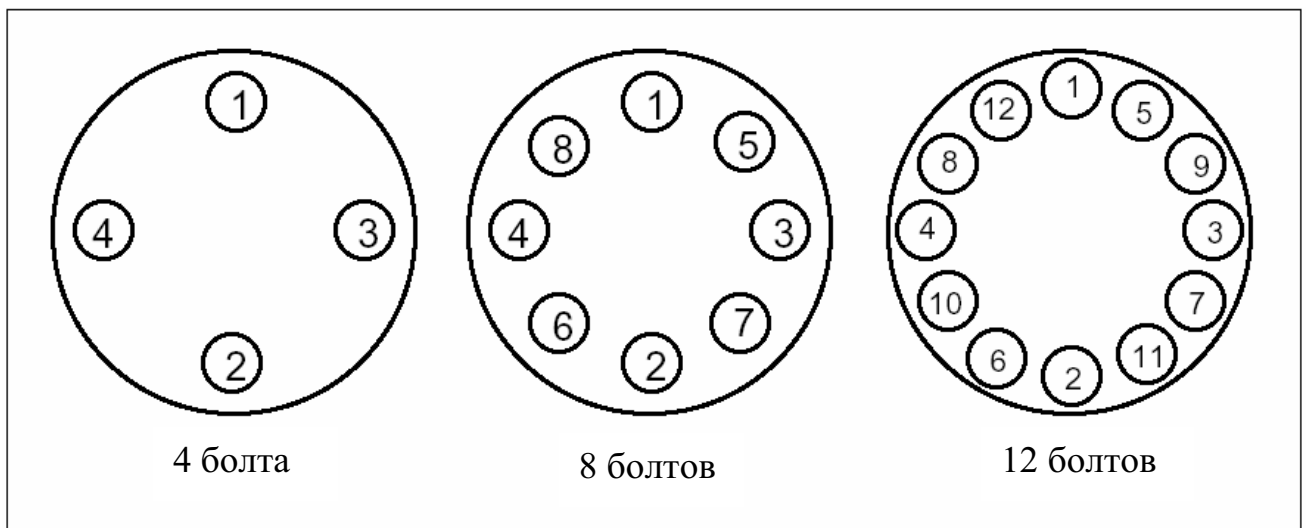
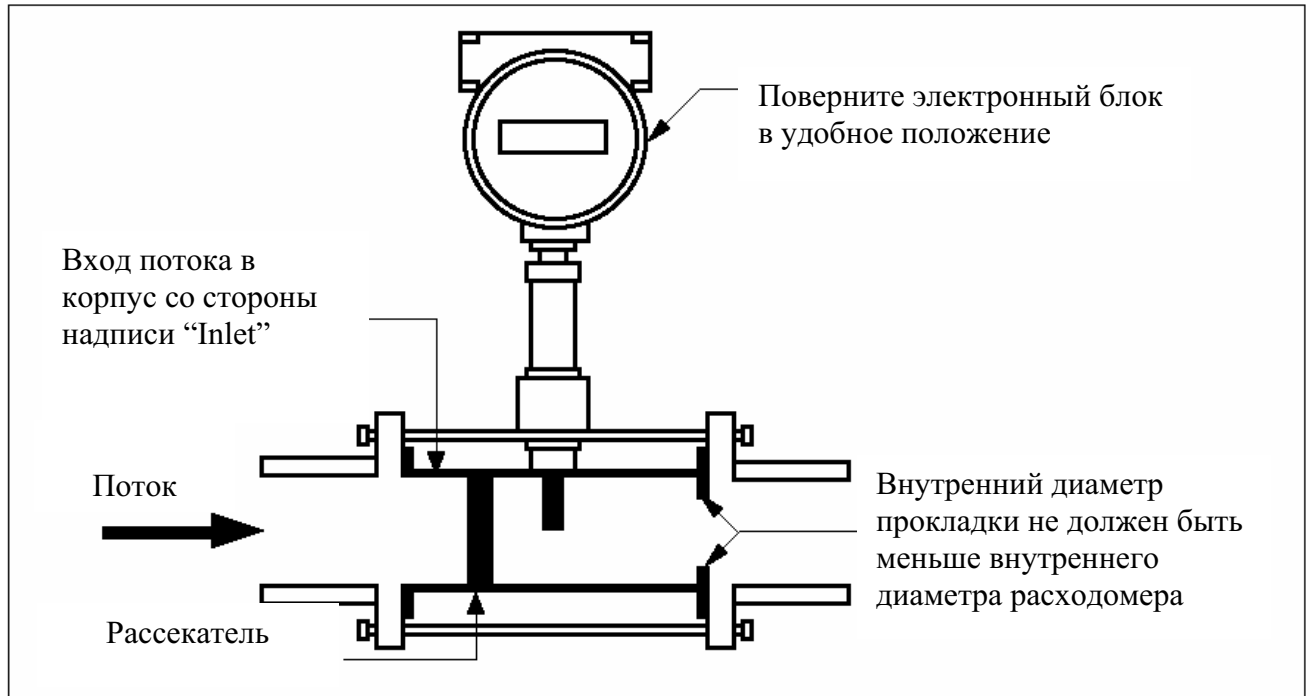

Рис.2-2. Последовательность затягивания фланцевых болтов
Рис. 2-3. Установка межфланцевого расходомера
Расходомер серии M22 выпускается в двух конструктивных исполнениях присоединений – со стандартными фланцевыми присоединениями и межфланцевыми (вафельными) присоединениями. Рис.2-2 и рис.2-3 демонстрирует порядок затягивания фланцевых болтов (шпилек) и установку расходомера между ответными фланцами измерительной части канала. В Табл.2-1 указаны рекомендуемые минимальные длины шпилек для расходомеров межфланцевой установки при различных диаметрах трубопроводов и значениях условных давлений.
- 1.4 Вставьте оставшиеся шпильки между фланцами канала. Затяните болты в последовательности, указанной на рис. 2-2. Опрессуйте соединения расходомера.
- 2.4 Вставьте болты между фланцами канала. Затяните болты в последовательности, указанной на рис. 2-2. Опрессуйте соединения расходомера.